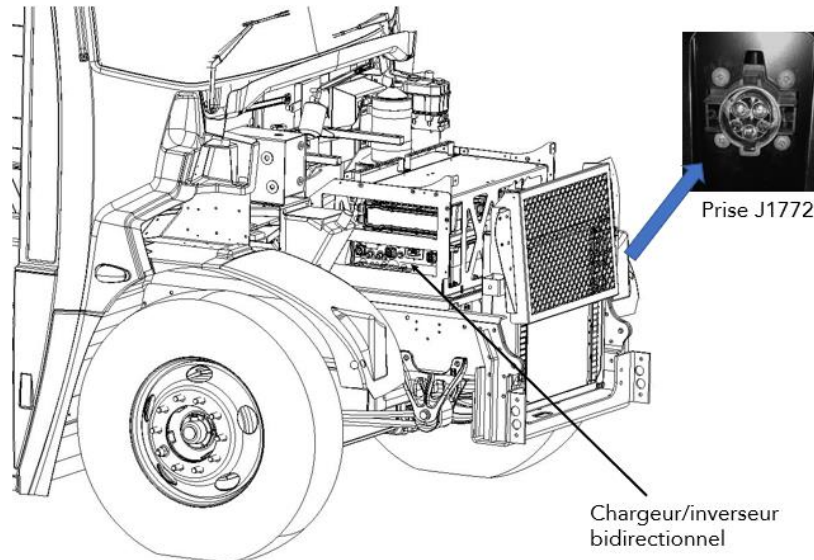

Figure 2 - Emplacement des composants
3. Localisez la prise J1772 à l'avant du véhicule et procédez à une inspection visuelle pour vous assurer qu'elle est toujours en bon état (figure 2).